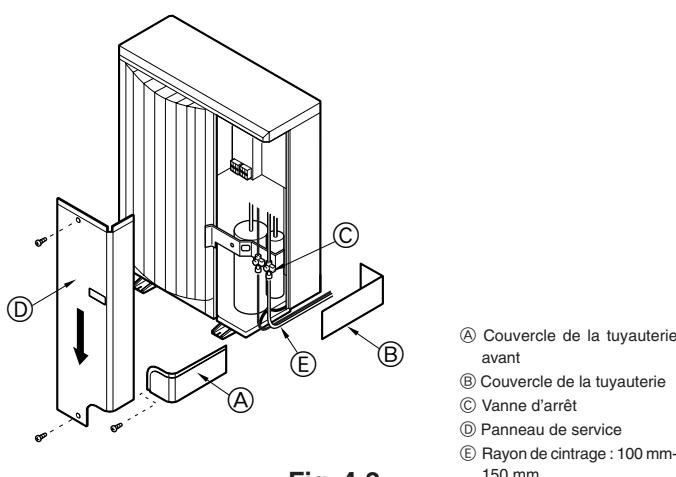
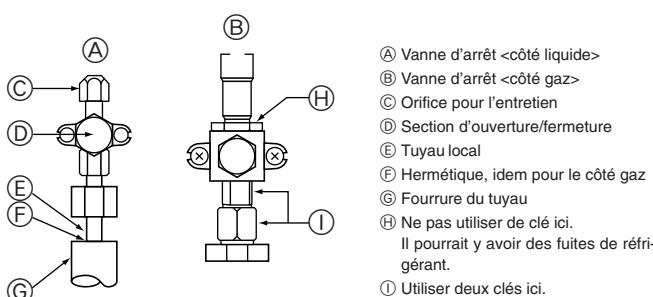

Fig. 4-2
Fig. 4-3
4.3. Mise en place des tuyaux de réfrigérant (Fig. 4-2), (Fig. 4-3)